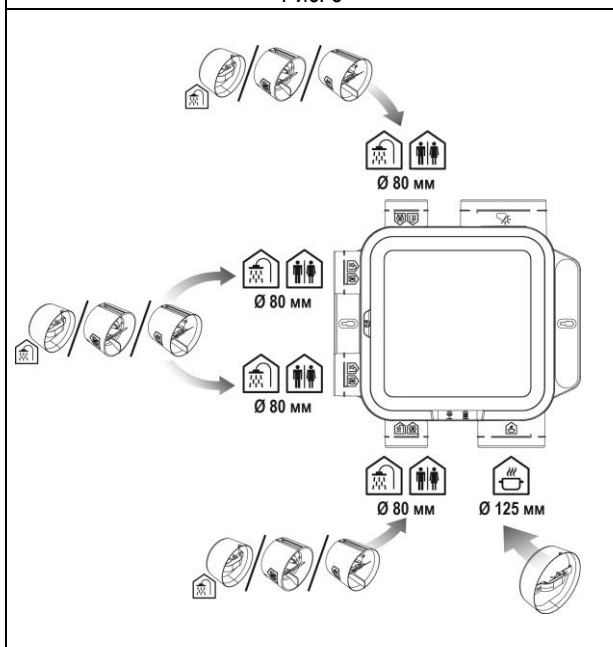

Рис. 7
- Следуя подсказкам в виде пиктограмм, вставьте до упора регуляторы расхода воздуха для ванной и туалета в используемые входные отверстия вентилятора Ø80 мм; вставьте автоусилитель расхода воздуха для кухни в отверстие Ø125 мм (рис. 7–9).